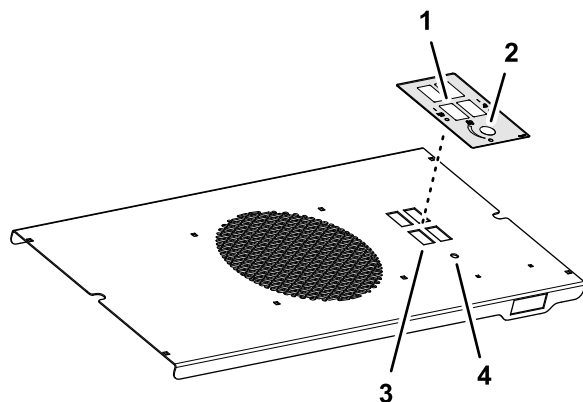

図 3
1. デカルの裏紙を注意深くはがす 図 3。
2. 図 3のように、デカルの四角い開口と穴をスイッチパネルの四角い開口と穴に合わせる。